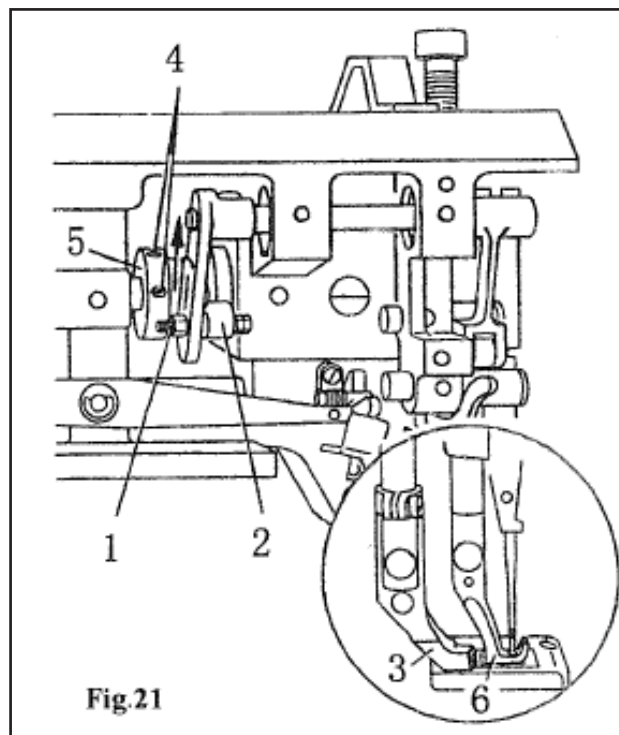

Fig.21
- 6) Traga o rolamento do eixo (3) para frente e aperte o parafuso 2.
h) Sincronia do movimento do calcador de transporte e o calcador (Fig.21)